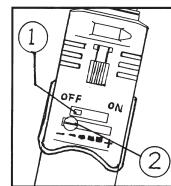

Abb. 2
1. Zum Entzünden den Ein-/Ausknopf von links (**off**) nach rechts (**on**) bewegen. Siehe Abb. 2.
3. Zum Entzünden den Ein-/Ausknopf von links (off) nach rechts (on) bewegen. Siehe Abb. 2.